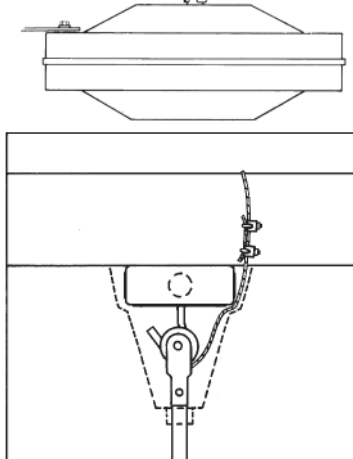

Figure 3
- Ce ventilateur est équipé d'un câble de soutien de secours nécessaire. Il peut être fixé à la structure de poutre et accroché solidement d'une façon telle qu'il puisse supporter le poids du ventilateur dans l'éventualité où le crochet de fixation ou une autre partie casse. Après avoir enroulé le câble autour d'une partie de structure pouvant supporter 137 kg, fixez ce câble avec les serre-câbles fournis comme illustré en Figure 3 (REMARQUE : Tout matériel additionnel nécessaire pour des installations spécifiques peut être acheté chez votre distributeur local).
**IMPORTANT PRÉCAUTION :** Le câble de sécurité ne doit pas être placé entre le cylindre en caoutchouc et le crochet, mais plutôt comme illustré en Figure 3.
10. Quand vous suspendez le ventilateur sur le crochet en J fourni par l'usine, assurez-vous que le câble en haut de la tige est positionné derrière le crochet en J comme illustré en Figure 3.